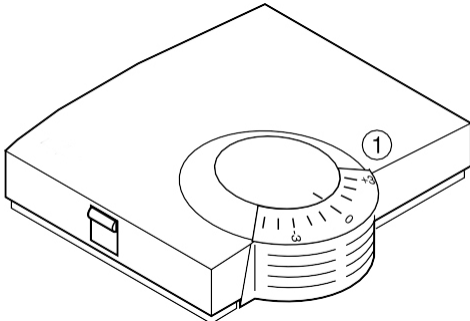

Abb. 5: HCW 82
- Wählen Sie am Stellrad (1) (siehe Abb. 5) die gewünschte Änderung zur voreingestellten Temperatur (Angaben auf der Skala in  $^{\circ}\text{C}$ ).
- Prüfen Sie, ob sich das Stellrad in der in Abb. 5 gezeigten Position befindet.